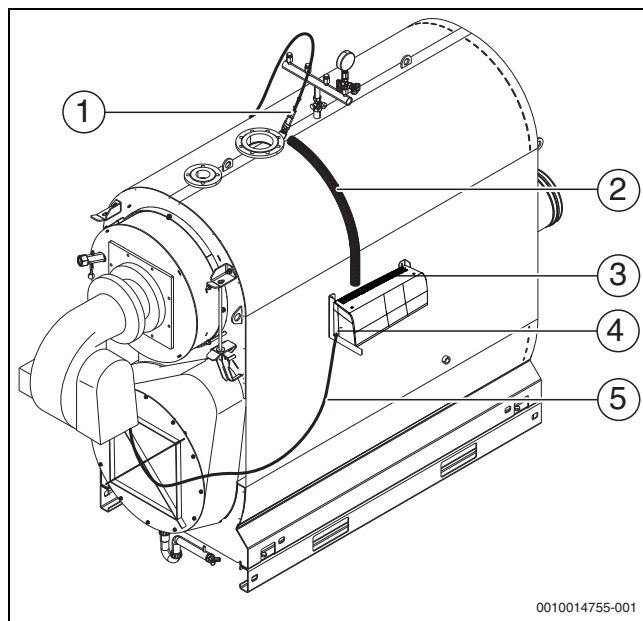

Fig. 23 Instalar o cabo do queimador
Os sensores do limitador da temperatura de segurança (LTS) e do regulador da temperatura (TR) devem ser montados no local de montagem (→ fig. 23, página 25) no lado superior da caldeira.
O ponto de medição da caldeira encontra-se na parte de cima do corpo da caldeira (→ fig. 23, [1], página 25).